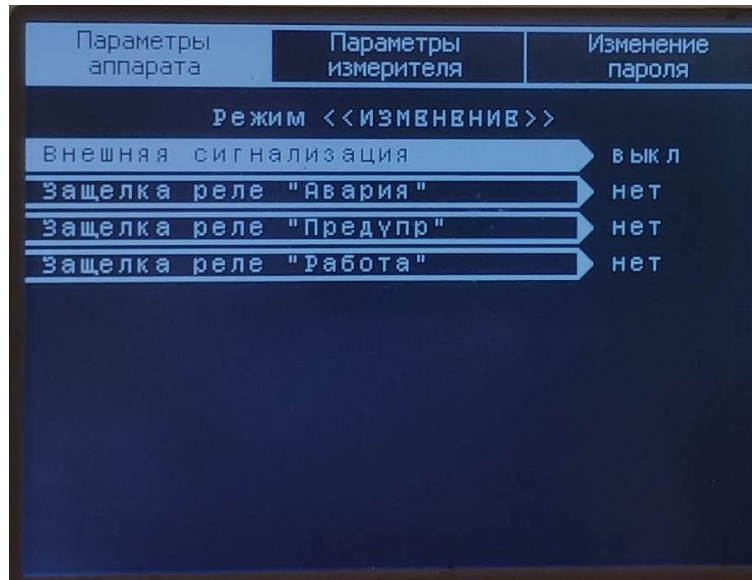

Рисунок 9 – Подраздел «Конфигурация МС»
2.1.2. «Конфигурация МС» - подраздел настроек реле модуля сигнализации МС (см. рисунок 9).